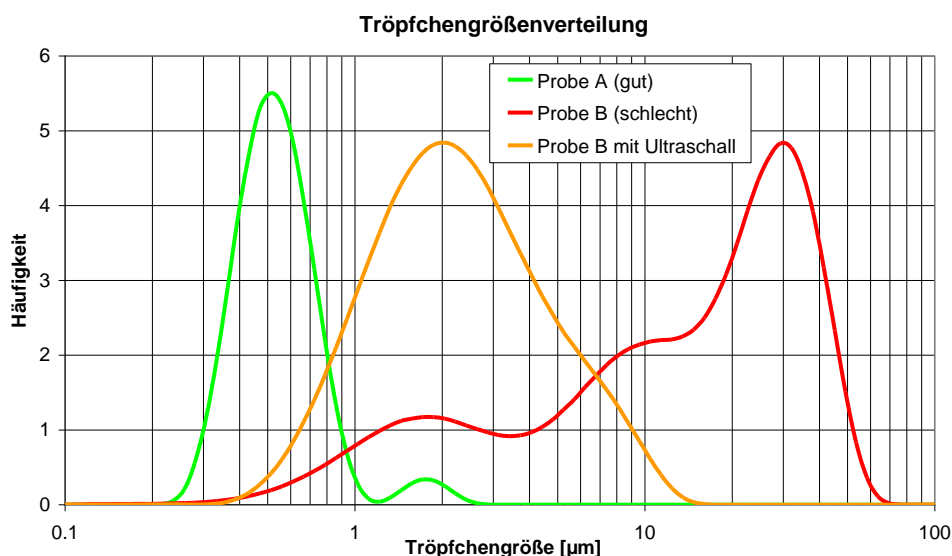

Abb. 2: Tröpfchengrößenverteilung von zwei Emulsionen.
Beim Analytik Service Obernbürg wurden die frisch angesetzten Chargen A und B vergleichend mit einem Laser-Partikelgrößenmessgerät analysiert (Abb. 2). Die schlechte Probe (B) zeigt im Anlieferungszustand eine sehr breite Verteilung der Tröpfchengröße (rote Kurve) mit einem ausgeprägten Maximum bei 20  $\mu\text{m}$ . Misst man diese Emulsion mit zugeschaltetem Ultraschall, so können die Tröpfchen verkleinert werden und bilden eine stabile Verteilung mit einem Maximum bei 2  $\mu\text{m}$  (gelbe Kurve). Die gute (stabile) Emulsion zeigt mit und ohne Ultraschall die gleiche Verteilung (grüne Kurve). Der Hauptanteil der Tröpfchen liegt in der Verteilung deutlich unter 1  $\mu\text{m}$  mit einem kleinen Nebenmaximum ist bei 2  $\mu\text{m}$ .